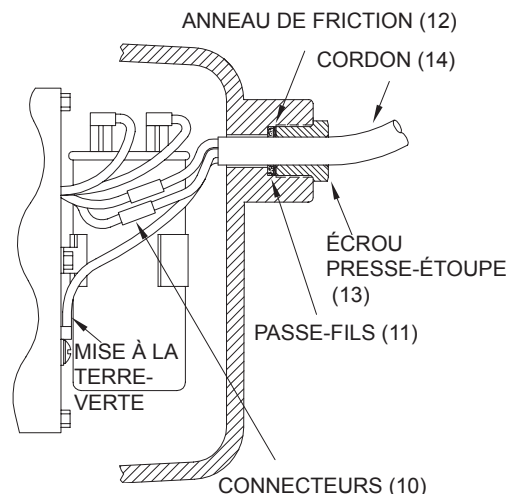

FIGURE 6
Retirez la volute et la roue en suivant les instructions du paragraphe F-2.1. Retirez la grille en suivant les instructions du paragraphe F-3.1. Retirez le bouchon (38) et vidangez l'huile de la pompe. Desserrez l'écrou presse-étoupe (13) et glissez-le vers l'arrière sur le cordon (14). Retirez les boulons hexagonaux (22) et les rondelles de sécurité (23) des tiges (28) et tirez sur la pièce d'embout du logement (21) du tube (27). Veillez à ne pas endommager le diaphragme (15) lorsque vous retirez l'embout du logement (21). Débranchez le cordon (14) et vérifiez qu'il n'est ni endommagé, ni fissuré et remplacez-le si besoin est. Pour vérifier ou remplacer le passe-fils (11), retirez les anneaux de friction (12) de l'embout (21) et retirez le passe-fils (11), voir la FIGURE 6.
Introduisez le passe-fils (11) et l'anneau de friction (12) dans l'embout du logement (21). Appliquez un agent d'étanchéité sur l'écrou de presse-étoupe (13) et vissez-le dans l'embout du logement (21). Tournez l'écrou (13) à un couple de 2,4 kgm afin d'éviter toute fuite d'eau. Voir FIGURE 6.